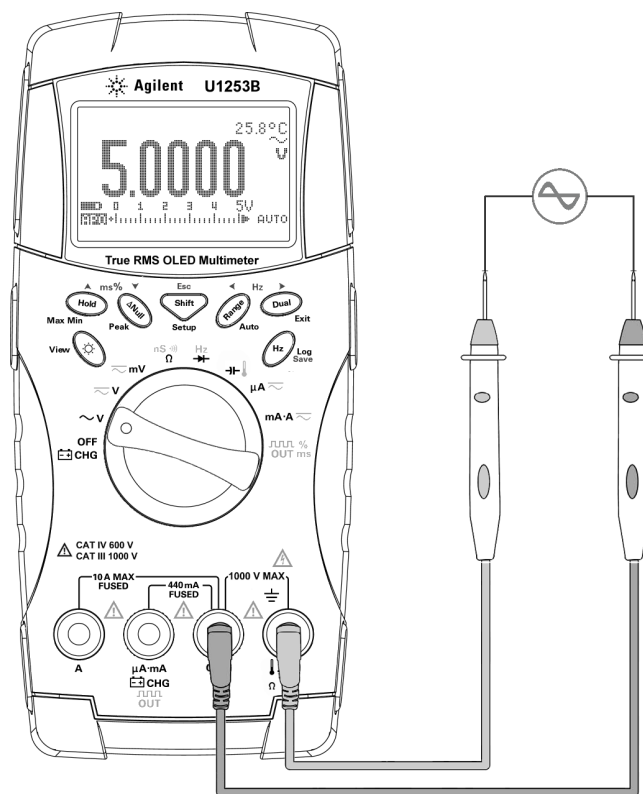

图 2-1 测量 AC 电压
- 3 将红色和黑色测试引线分别与输入端子 **V.mV**（红色）和 **COM**（黑色）连接（请参阅第 31 页上的图 2-1）。